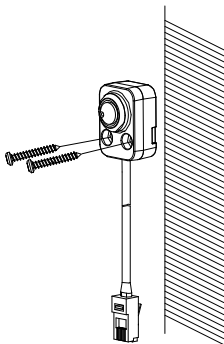

Figura 2-7 Fixați unitatea de senzor în formă de bloc
1. Fixați unitatea de senzor în formă de bloc pe suprafața de montare, cu șuruburi, așa cum este prezentat în Figura 2-7.